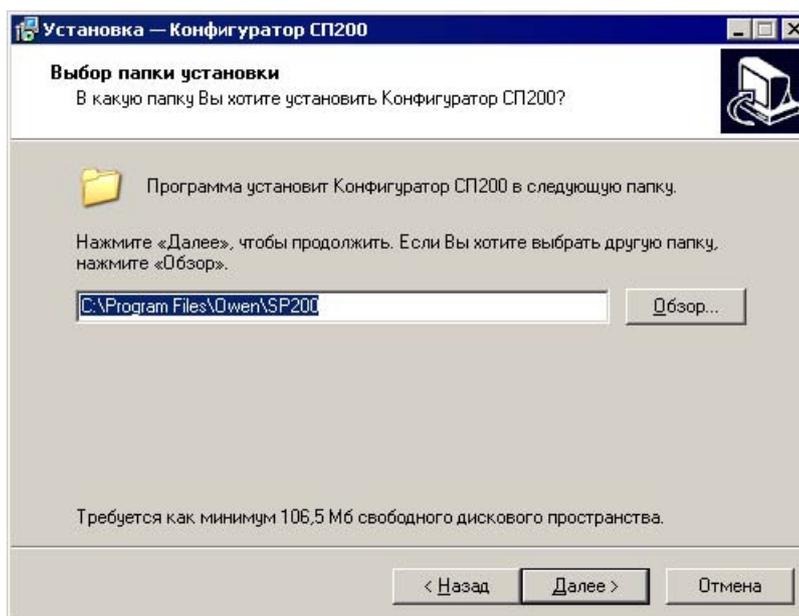

Рисунок 215
2. Во втором окне инсталлятора (см. рис. 215) – ознакомиться с предлагаемым по умолчанию размещением устанавливаемой программы. При необходимости изменить его следует нажать кнопку «Обзор» и в открывшемся стандартном окне выбора каталога – выбрать требуемый каталог и нажать кнопку «Открыть». Вернувшись в четвертое окно инсталлятора, нажать кнопку «Далее».